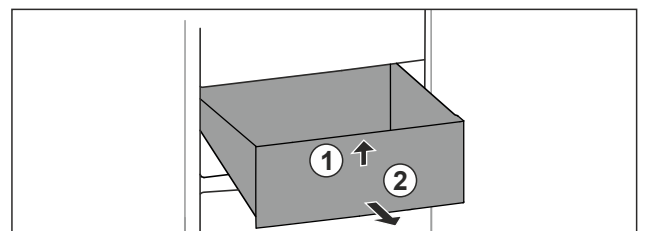

Fig. 115
- ▶ Emelje meg a fiók elejét. *Fig. 115 (1)*
- ▶ Vegye ki a fiókot előrefelé. *Fig. 115 (2)*